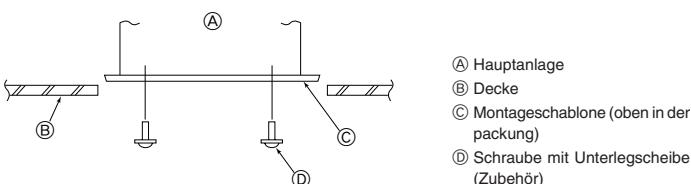

Fig. 2-7
2.6. Überprüfung der Position der Hauptanlage und Festziehen der Aufhangungsstehbolzen (Fig. 2-7)